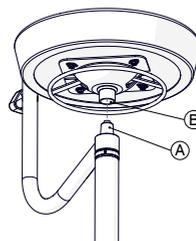

Fig.15
- Introduzca el agujero del mecanismo del asiento **B** (Fig.15) a través del eje del pistón **A** (Fig.15).